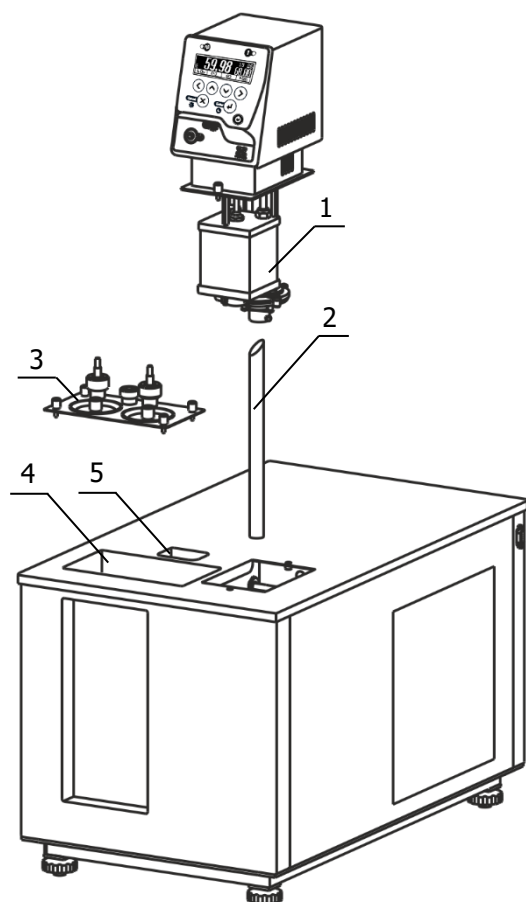
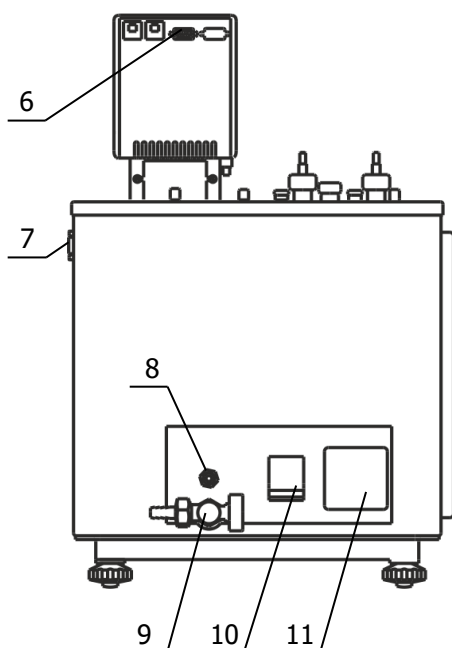

Рисунок 3 — Установка блока регулирования температуры
Рисунок 4 — Задняя панель термостата
2.2.3 Вставить выходную трубку 2 (рисунок 3) в переходное отверстие на дне основной ванны термостата коническим концом вверх, как показано на рисунке 3.
2.2.5 К переливному штуцеру 8 (рисунок 4) присоединить гибкий шланг, второй конец которого опустить в емкость для сбора излишков теплоносителя объемом 1.5–2 л.
2.2.6 Заполнить ванну термостата теплоносителем через отверстие над рабочей ванной 4 (рисунок 3) до момента начала слива теплоносителя из штуцера 8 (рисунок 4). Температурный диапазон применения теплоносителя должен соответствовать значениям, указанным в 1.2.6.
2.2.7 Вставить вилку сетевого кабеля блока регулирования в розетку 11 (рисунок 4). Соединить кабелем из комплекта поставки блок регулирования температуры (разъем 6) и холодильную машину (разъем 7). Сетевой кабель термостата подключить к питающей сети напряжением 220 В. Для этого в лабораторном помещении должна быть установлена электрическая розетка из комплекта поставки термостата.
2.2.9 Включить блок регулирования в соответствии с документом ТКЛШ 3.222.009-21 РЭ «Блок регулирования температуры погружной циркуляционный МОЗМ серии МАСТЕР». При работе циркуляционного насоса уровень теплоносителя в рабочей ванне поднимается, и теплоноситель начинает равномерно переливаться в основную ванну. При этом уровень теплоносителя в основной ванне падает, что может привести к срабатыванию защиты от недостаточного уровня теплоносителя. Доливать теплоноситель следует до момента начала слива из переливного штуцера 8 (рисунок 4).
Причина отсутствия перелива — неправильная работа насоса, вызванная воздушной пробкой, образовавшейся в резервуаре 1 (рисунок 3). Для ее устранения необходимо:
2.3.5 Надеть сливной шланг из комплекта поставки на кран 9 (рисунок 4) и закрепить его хомутом. Свободный конец шланга опустить в емкость для сбора теплоносителя объемом, превышающим объем термостата.